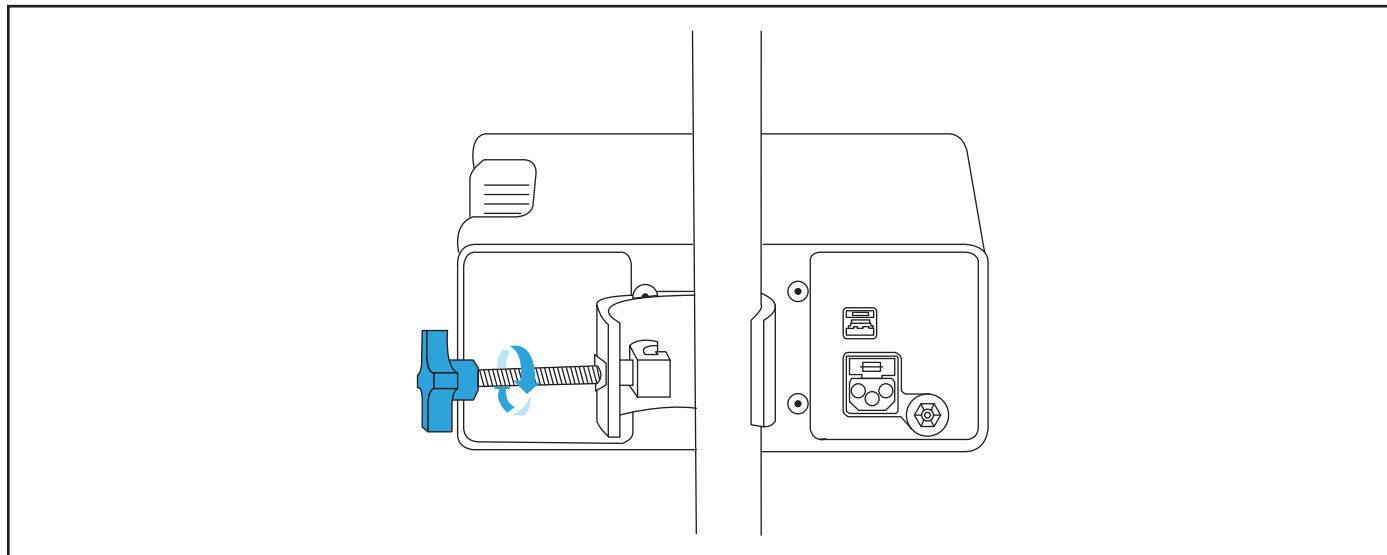

Figura 47. Giro de la perilla
3. Gire la perilla en el sentido de las agujas del reloj hasta que quede apretada (consulte la figura 47).